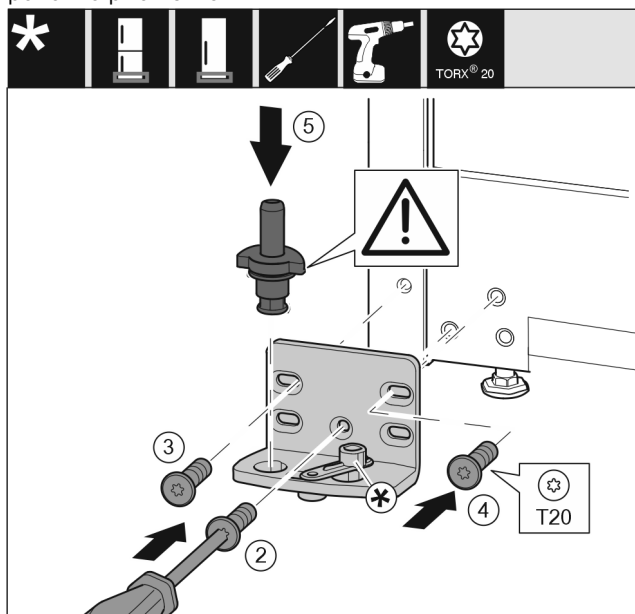

Fig. 15
- Postavite podložak ležaja na drugu stranu i pritegnite ga odvijačem. Započnite s vijkom Fig. 15 (2) dolje u sredini.
- Pritegnite vijak Fig. 15 (3) i vijak Fig. 15 (4).
- Potpuno umetnite podložak ležaja Fig. 15 (5). Pritom se pobrinite za to da je uskočna izbočina okrenuto prema natrag.